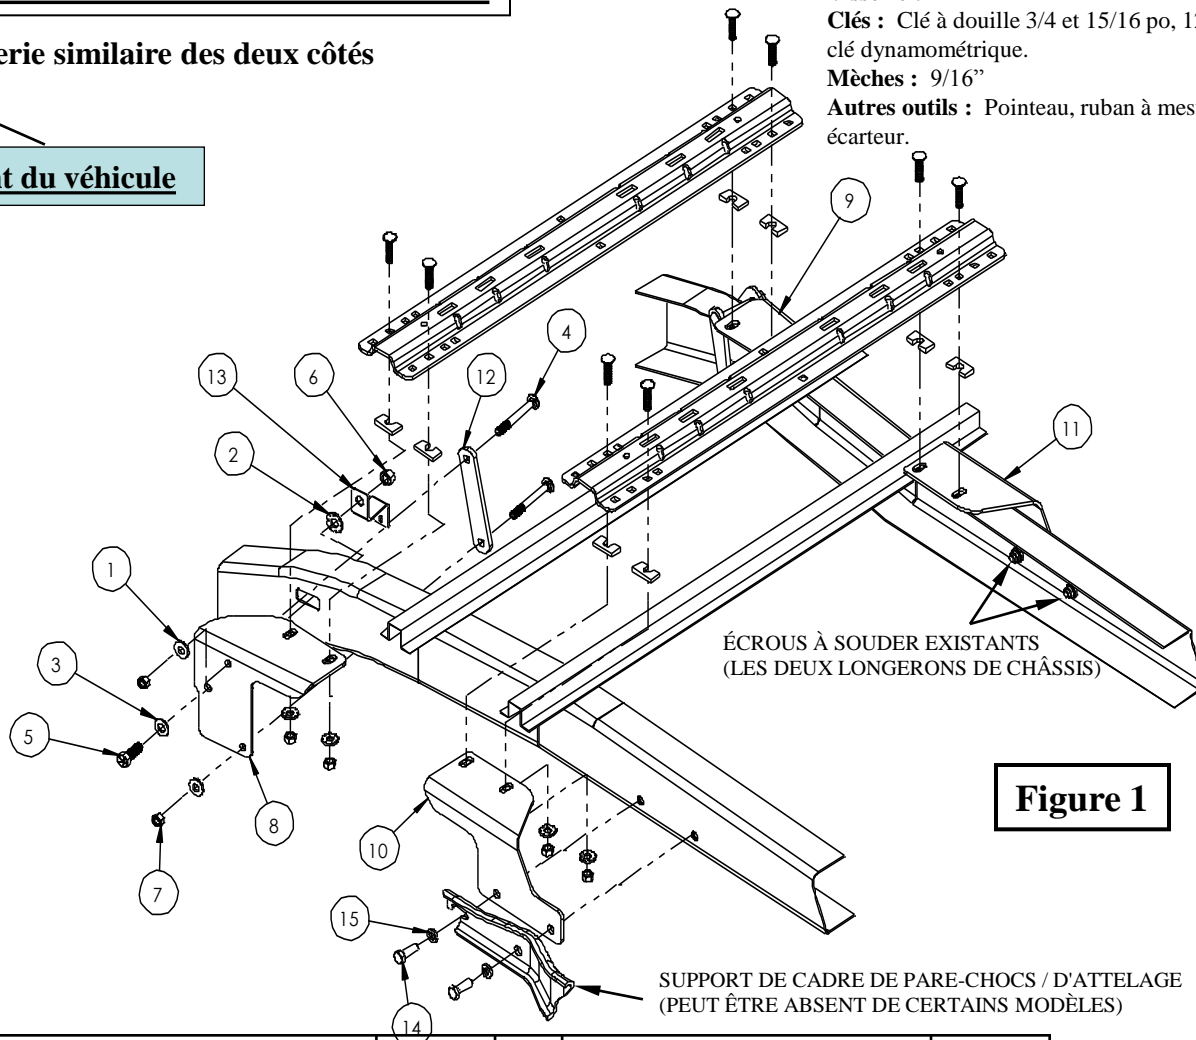

Figure 1
Pour une installation selon les Figures 1 et 3, durant le perçage, veiller à protéger le réservoir d'essence, les tubes de remplissage, les conduites de frein et le faisceau de fils en plaçant une pièce métallique entre le plancher de caisse et les composants à risque du côté conducteur. L'on prévient ainsi le perçage de ces composants sensibles.
2. Pour l'emplacement du support avant côté conducteur, enlever l'écrou sur l'extérieur du cadre qui supporte le coffret de branchement existant. Repositionnement plus tard: le coffret de branchement à l'aide du support en S et les fixations de cadre d'origine pour obtenir un dégagement supplémentaire pour la bride de support côté conducteur. Voir la Figure 1.
4. Vérifier que les trous 1/8 po percés s'alignent sur les fentes des supports de cadre arrière (10) et (11).
7. Poser les boulons de carrosserie 1/2 x 2 po en plaçant l'espaceur en U dans la cannelure entre la caisse et la traverse de montage, ou entre la caisse et le support de cadre (10) et (11). Ceci permet le contact métal à métal et empêche l'écrasement des ondulations. Fixer à l'aide d'espaces, de rondelles et d'écrous hexagonaux selon la Figure 1, puis serrer fermement pour empêcher la traverse de montage de bouger.
13. Faire pivoter les supports avant côté conducteur (8) et côté passager (9) en place sur l'extérieur du longeron côté conducteur, de façon que les trous de boulon supérieur et inférieur maintiennent un dégagement dans le haut et le bas du cadre, tandis le trou médian s'aligne sur la fente existante du cadre. En plaçant le haut du support contre le bas de la plateforme du camion, s'assurer que les trous percés de 1/8 po s'alignent sur les fentes des supports de cadre avant (8).
- Insérer un boulon de carrosserie 1/2 x 5 1/2 po (4) dans chaque orifice carré d'une bride de support (12) de façon que le boulon glisse fermement en position.
- En commençant par le trou de montage avant côté conducteur, placer la bride (12) et les boulons (4) sur l'intérieur du cadre de façon que les boulons glissent à travers les trous de bride supérieur et inférieur sur le support.
- Poser la rondelle conique 1/2 po (1) et l'écrou 1/2 po (7). (Serrer à la main seulement)
- Poser le boulon 5/8 x 1 3/4 po (5) avec la rondelle plate (3) dans les supports de cadre (8)(9) et le cadre, et poser la rondelle conique 5/8 po (2), le support en S (13) (côté conducteur seulement) et l'écrou 5/8 po (6). (Serrer à la main seulement)
17. Poser les boulons de carrosserie 1/2 x 2 po en plaçant l'espaceur en U dans la cannelure entre la caisse et la traverse de montage, ou entre la caisse et le support de cadre (8) et (9). Ceci permet le contact métal à métal et empêche l'écrasement des ondulations. Fixer à l'aide d'espaceurs, de rondelles et d'écrous hexagonaux selon la Figure 1, puis serrer fermement pour empêcher la traverse de montage de bouger.
Nota: Utiliser un boulon hexagonal avec rondelle plate (17) au lieu de boulons de carrosserie 1/2 x 2. Voir Figs 1 et 3.